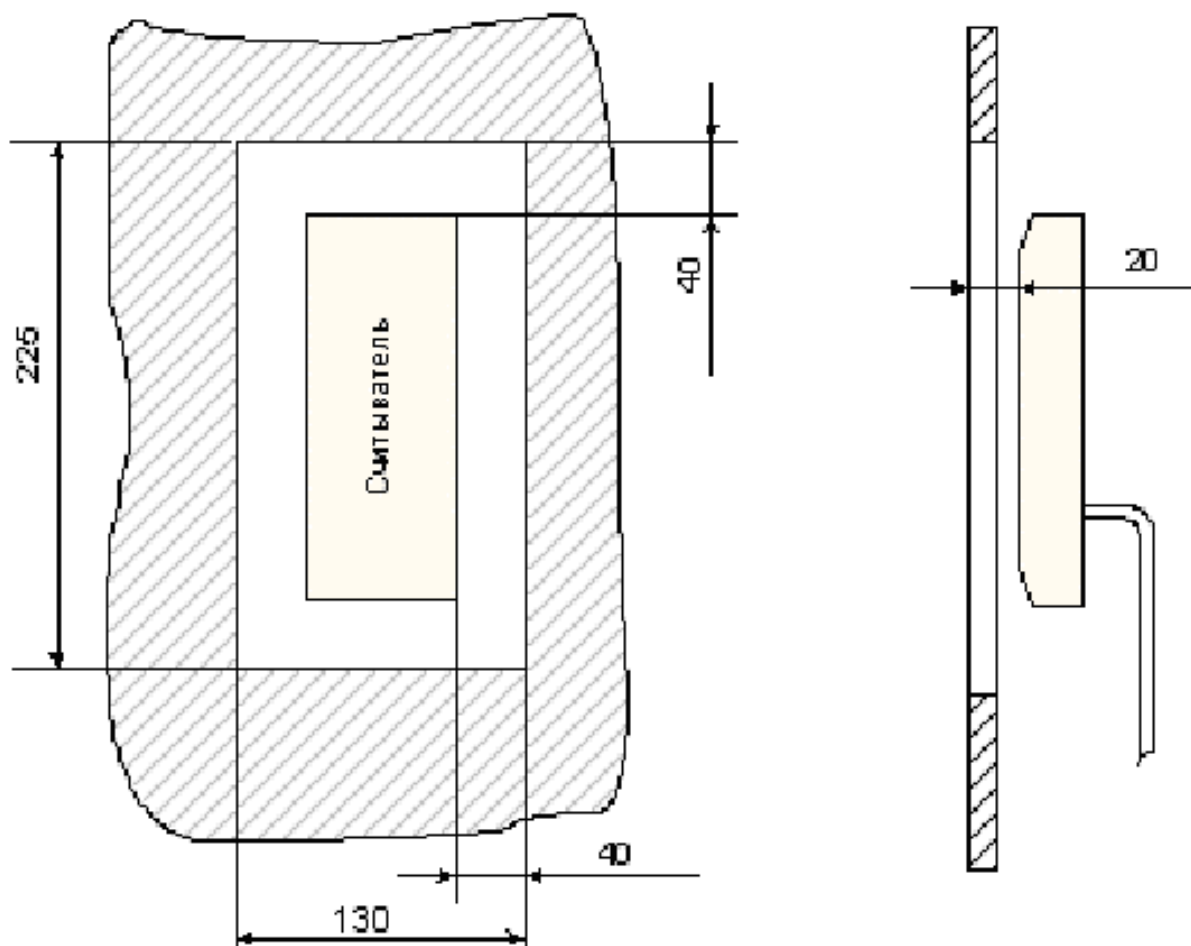

Рис. 1. Установка считывателя за металлической поверхностью
- При установке считывателя за металлической поверхностью, в ней необходимо вырезать окно, напротив которого, равноудалено от краев окна, и устанавливается считыватель (см. рис. 1), при этом размеры окна должны быть не менее 225×130 мм. Само окно может быть закрыто неметаллической вставкой (например, из пластмассы), а считыватель может быть утоплен вглубь окна на расстояние не более 20 мм от внешней стороны металлической поверхности — дальность считывания кода при таком способе монтажа считывателя уменьшается на 30—50%;